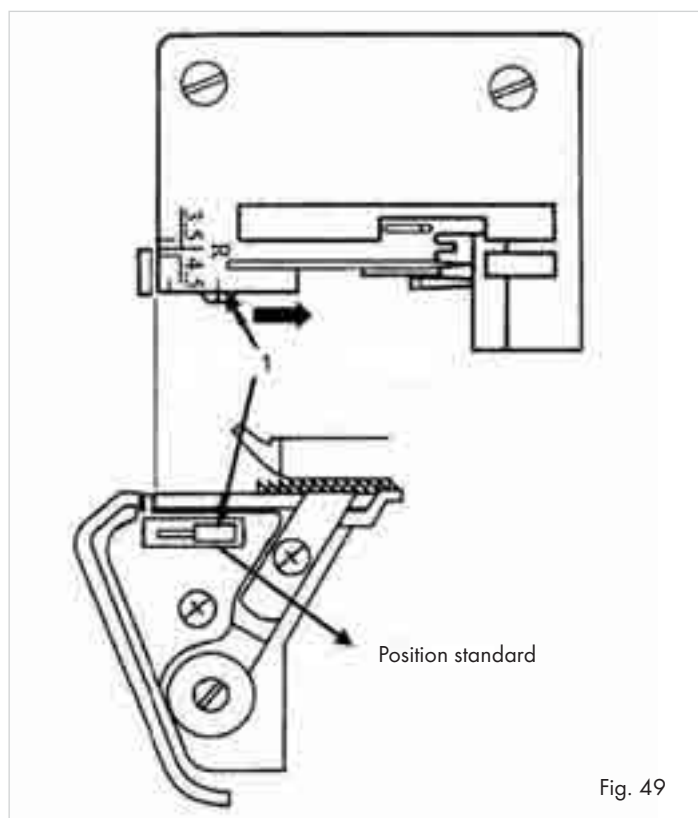

Fig. 49
- Ouvrez le capot avant ⑩.
- Faites glisser l'interrupteur de largeur de couture ⑬ sur "S", afin de faire avancer le doigt de largeur de couture (1) (Fig. 49).
① Remarque :